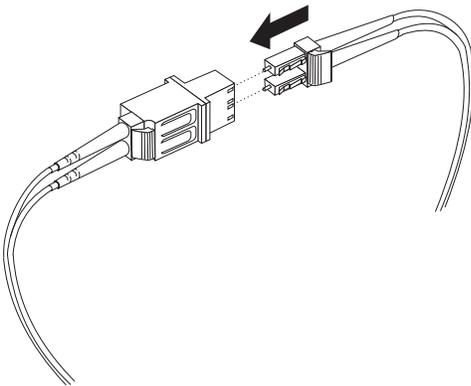

Figura 3-18. Conectando um Cabo LC-LC no Adaptador de Cabo LC-SC
4. Insira com cuidado a outra extremidade do cabo LC-LC na extremidade do conector LC do adaptador de cabo LC-LC, conforme mostrado na Figura 3-18. Empurre o conector até que ele se encaixe no lugar.